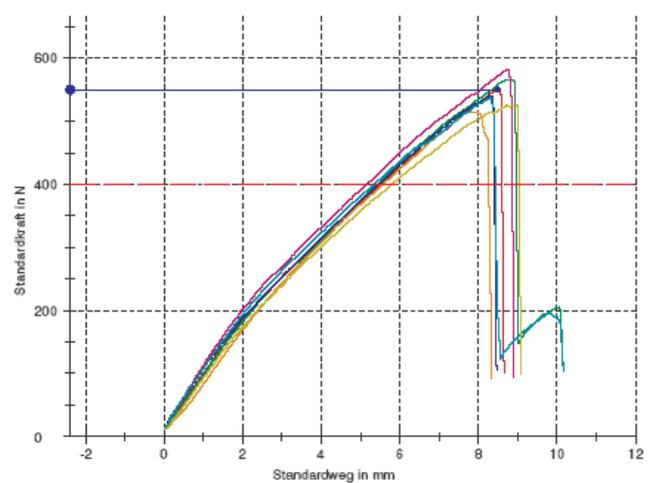

Abbildung 6: Ergebnis
- Zugversuch beidseitig: **Prüfkraft: ≥ 400 N** (Abbildung 6)